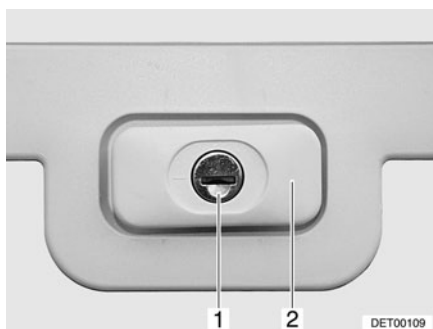

Fig. 30 Cerradura de la trampa, rectangular, cerrada
- Introducir la llave en el cilindro de cierre (Fig. 30,1) y girarla un cuarto de vuelta. El asidero de la cerradura (Fig. 30,2) se abre de golpe.